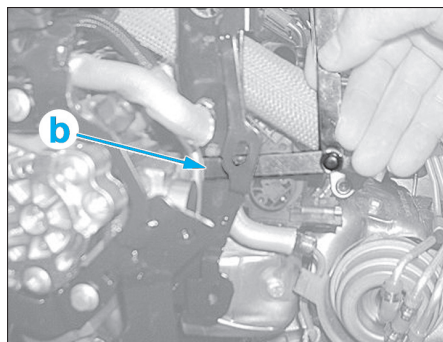

Fig. 40
- Avant de serrer la conduite haute pression (5) et à l'aide d'un autre opérateur, positionner en (b) une cale de 5,4 mm entre la conduite haute pression (5) et la patte de levage moteur (Fig.40).